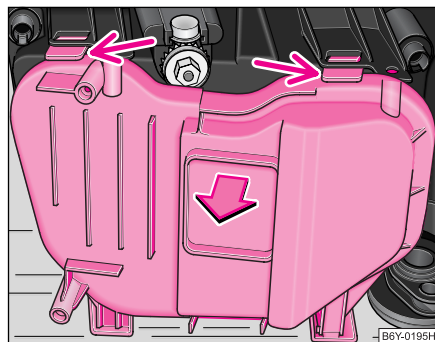
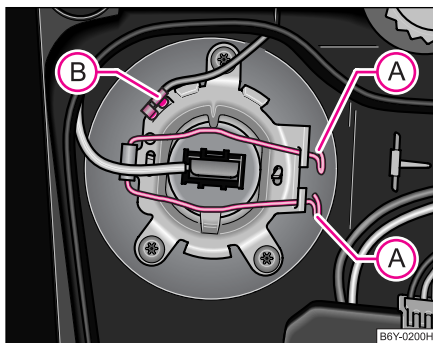

Fig. 173 Cubierta protectora para faros delanteros
Fig. 175 Desmontaje de la bombilla para luz de carretera
- Presione hacia abajo el resorte de seguridad y desmonte la cubierta protectora ⇒ **fig. 173**.
- Desmonte la cubierta protectora por el lado posterior del faro ⇒ página 246, fig. 173.
- Separe el conector eléctrico (B).
- Comprima el estribo de alambre elástico (A) del portalámparas y abátalo.
- Insertar el conector (B) ⇒ fig. 175.
⇒ página 246, fig. 173.